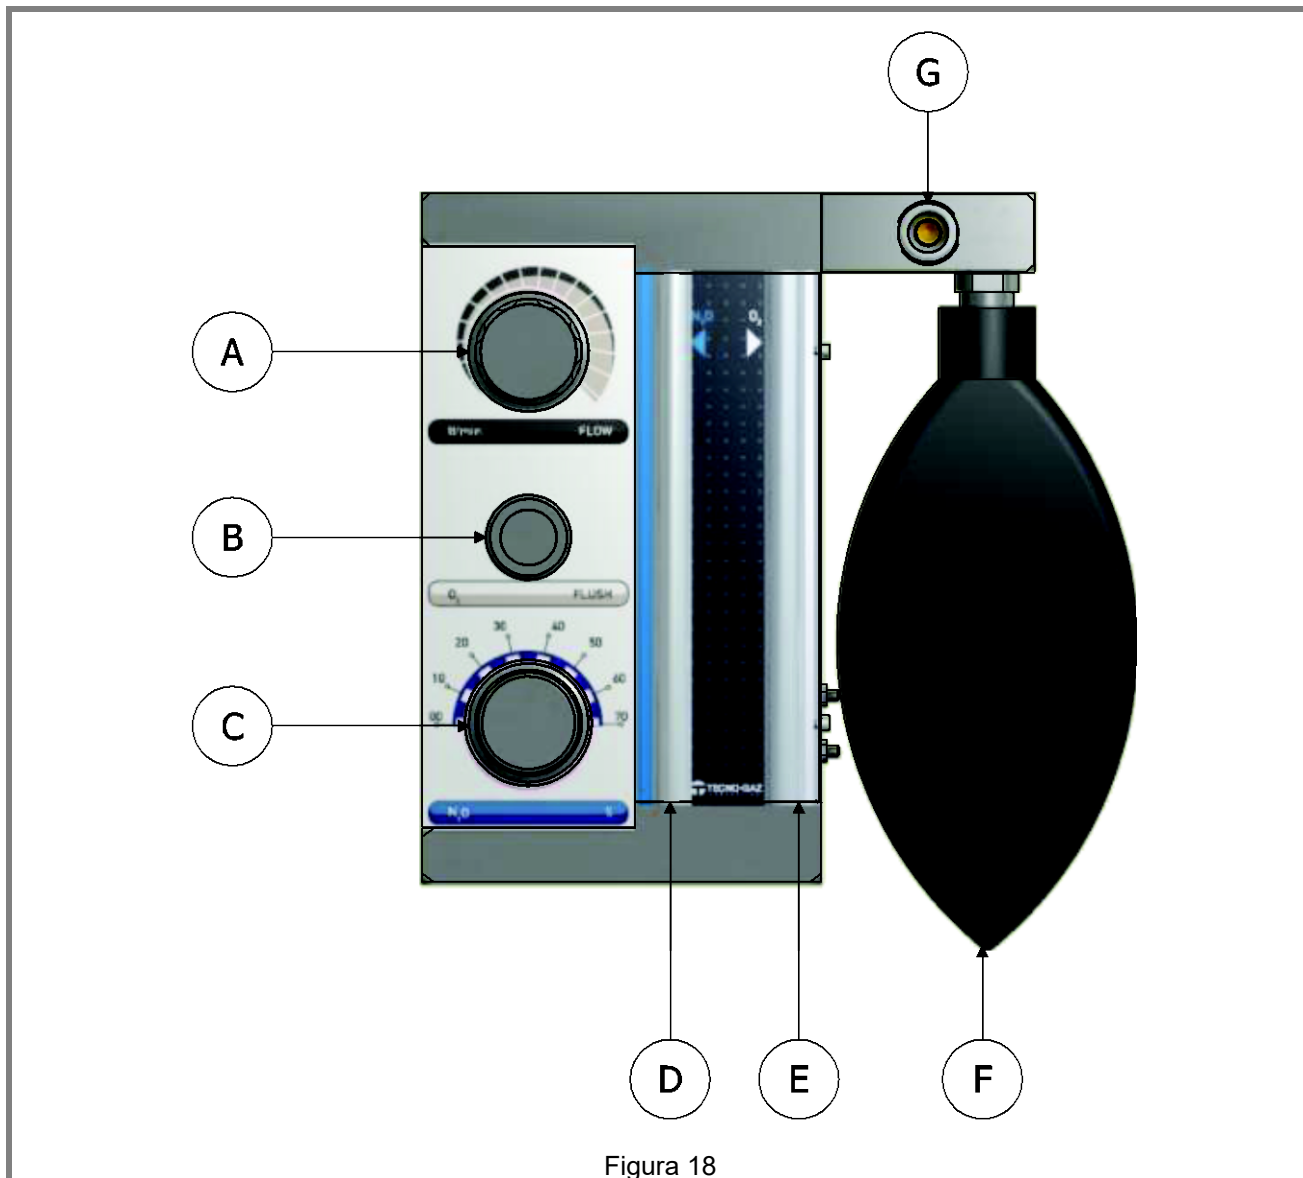

Figura 18
- **PALLONE IN GOMMA** (Figura 18 Pos. F).
- **FLUSSIMETRI** (Figura 18 Pos. D, E).
Controllare che l'indice della manopola (Figura 18 Pos C) % di N2O indichi 0.
**Somministrare, servendoci della manopola FLOW (Figura 18 Pos A), un flusso di 3 Lt/min di ossigeno per 30 secondi.**
Variare progressivamente il flusso, valutare lo stato del pallone (Figura 18 Pos F), il pallone deve assumere una forma che noi definiremo di **mezzo pieno mezzo vuoto**.
Con la manopola % (Figura 18 Pos C) è possibile variare la percentuale di protossido di azoto.
<p>Il flusso per i BAMBINI si aggira sui 4-5 Lt/min.</p> <ul style="list-style-type: none"> <li>- Ruotare in senso orario la manopola "FLOW" impostando un flusso di 4/5 l/min e lasciare inspirare per ~1 minuto.</li> <li>- Verificare il flusso impostato sulla colonnina O2 (Figura 18 Pos E).</li> <li>- Il pallone deve essere mezzo pieno mezzo vuoto.</li> </ul>	<p>Il flusso per gli ADULTI si aggira sui 6-8 Lt/min.</p> <ul style="list-style-type: none"> <li>- Ruotare in senso orario la manopola "FLOW" impostando un flusso di 6-8 l/min e lasciare inspirare per ~1 minuto.</li> <li>- Verificare il flusso impostato sulla colonnina O2 (Figura 18 Pos E).</li> <li>- Il pallone deve essere mezzo pieno mezzo vuoto.</li> </ul>
Con la manopola (Figura 18 Pos C) % di N2O somministrare il protossido di azoto, impostare il **20%**, attendere alcuni minuti e osservare le reazioni del paziente.
- Interrompere l'erogazione di PROTOSSIDO DI AZOTO ruotando la manopola (Figura 18 Pos C) % di N2O (in senso antiorario) a fine corsa (0%).
- INTERROMPERE L'EROGAZIONE DI OSSIGENO RUOTANDO LA MANOPOLA (Figura 18 Pos A) FLOW (IN SENSO ANTIORARIO) A FINE CORSA.